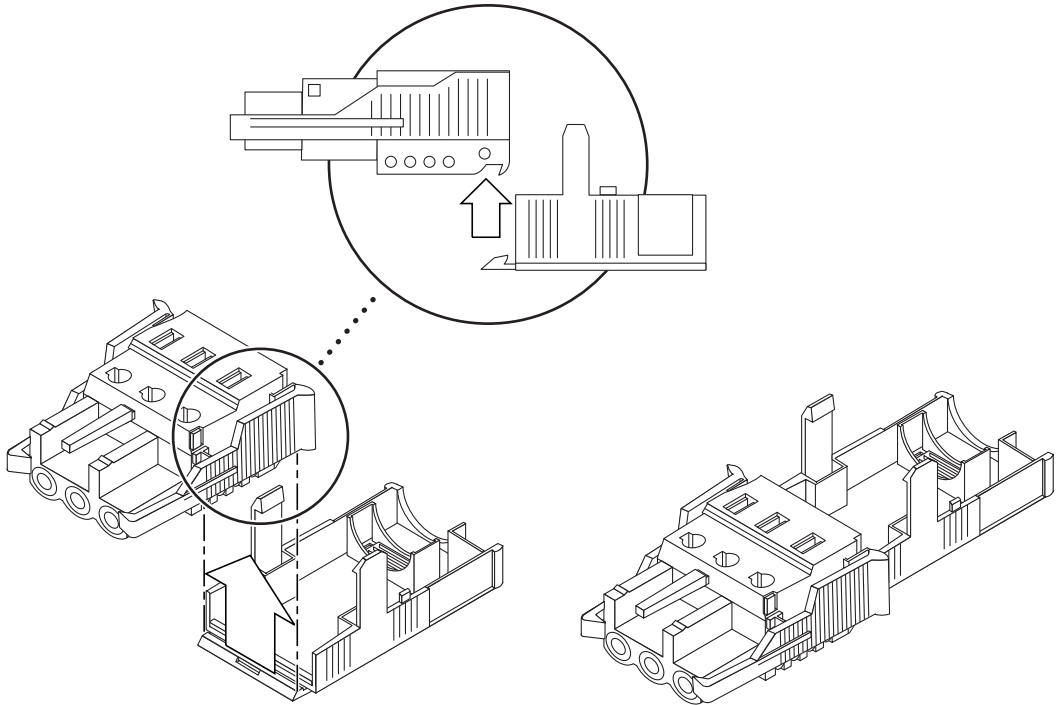

图 3-6 插入减缓应变外罩底部
1. 将减缓应变外罩的底部插入 DC 连接器上的槽口，直到其锁定到位（请参见图 3-6）。